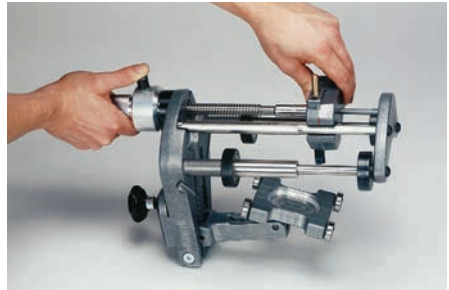

Abb. 5
- Die Feineinstellung der Position des Messergehäuses (7) erfolgt durch Drehung des Rollgriffs (1), bis der gewählte Markierungsstrich als Dimensionsbereich bündig am Messergehäuse (7) abschließt (Abb. 5).
- Gerät so über das Rohr führen, dass sich der Spannschlitten (4) im Rohrrinneren und das Schälmesser (2) auf der Rohroberseite befindet (Abb. 5). Die Frontplatte (3) muss an der Rohrstirnkante anliegen.